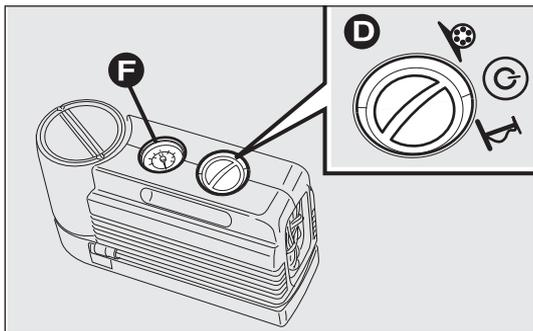
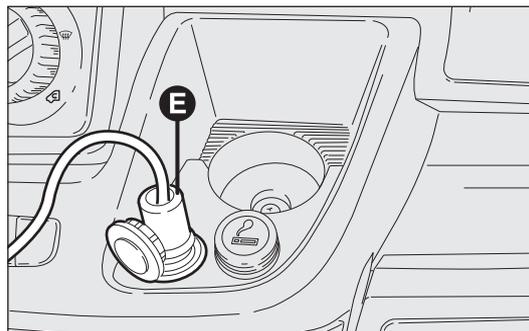

Abb. 168
Abb. 169
- Den Stecker E – Abb. 169 in die nächste 12 V Steckdose einstecken und den Motor anlassen. Den Wahlschalter D-Abb. 168 gegen Uhrzeigersinn in Stellung Reparatur drehen. Das Set durch Betätigen des On/Off-Schalters einschalten. Den Reifen auf den vorgeschriebenen Reifendruck bringen, der im Abschnitt „Reifendruck“ im Kapitel „Technische Daten“ aufgeführt ist.
Um eine genaue Ablesung zu erhalten empfehlen wir, den Druckwert am Druckmesser F – Abb. 168 bei